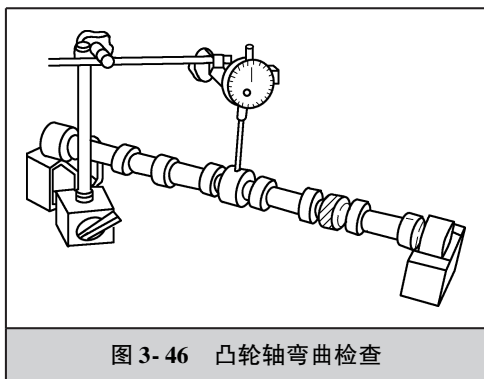

图 3-46 凸轮轴弯曲检查
(1) 凸轮轴的损伤形式 凸轮轴常见的损伤是凸轮轴的弯曲变形、凸轮轮廓磨损、支撑轴颈表面的磨损以及正时齿轮驱动件的耗损等。这些耗损会使气门的最大开度和发动机的充气系数降低，配气相位失准，并改变气门上下运动的速度特性，从而影响发动机的动力性、经济性等。
(2) 凸轮轴弯曲变形的检修 凸轮轴的弯曲变形是以凸轮轴中间轴颈对两端轴颈的径向圆跳动误差来衡量，检查方法如图 3-46 所示。将凸轮轴放置在 V 形架上，V 形架和百分表放置在平板上，使百分表触头与凸轮轴中间轴颈垂直接触。转动凸轮轴，观察百分表表针的摆差即为凸轮轴的弯曲度。